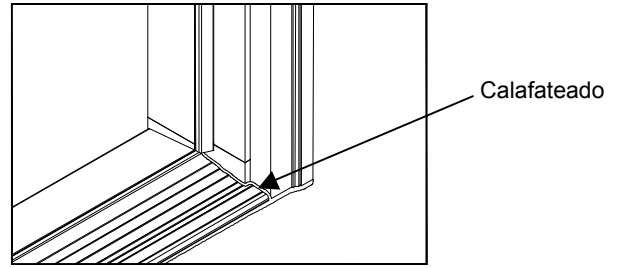

**Figura 4**
- 4** Para una puerta que abre para adentro con umbral ajustable, ajuste el umbral según la Figura 4 de manera que exista un contacto uniforme entre el barrido de la puerta y el umbral. Para probar, coloque una lámina de papel entre el barrido de la puerta y el umbral, cierre la puerta y tire. El ajuste correcto tendría una leve tensión, pero si se divide el papel, la tensión es demasiado alta.